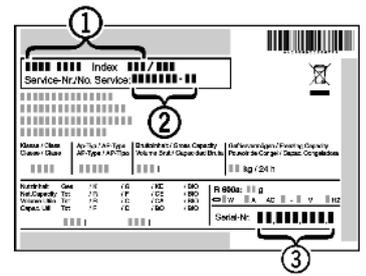

Fig. 10
- ▶ Leggere la denominazione dell'apparecchio *Fig. 10 (1)*, il n° assistenza *Fig. 10 (2)* e il n° di serie *Fig. 10 (3)* sulla targhetta identificativa. La targhetta identificativa è situata all'interno dell'apparecchio, sul lato sinistro.
- ▶ Informare il servizio di assistenza e comunicare il difetto, la denominazione dell'apparecchio *Fig. 10 (1)*, il n° assistenza *Fig. 10 (2)* e il n° di serie *Fig. 10 (3)*.